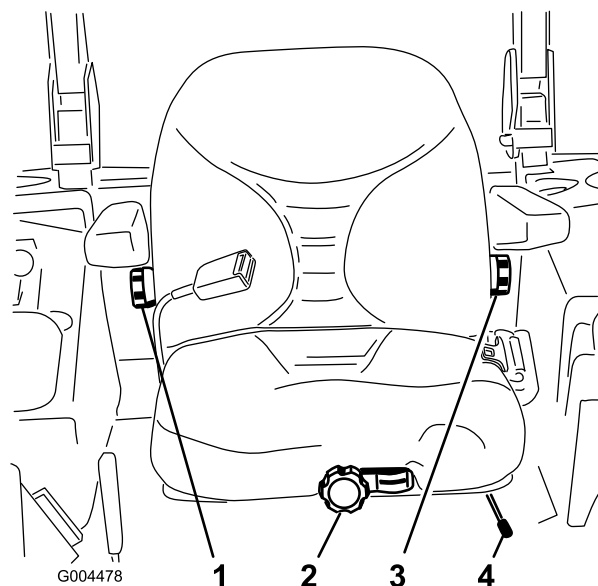

Figure 29
- Poussez le levier de réglage sur le côté pour débloquer et régler le siège (Figure 29).
Sans vous asseoir sur le siège, tournez le bouton avant dans un sens ou dans l'autre pour obtenir la position la plus confortable (Figure 29).
Pour ce faire, tournez le bouton situé sous l'accoudoir droit dans un sens ou dans l'autre pour obtenir la position la plus confortable (Figure 29).
Pour le régler, tournez le bouton situé sous l'accoudoir gauche dans un sens ou dans l'autre pour obtenir la position la plus confortable (Figure 29).